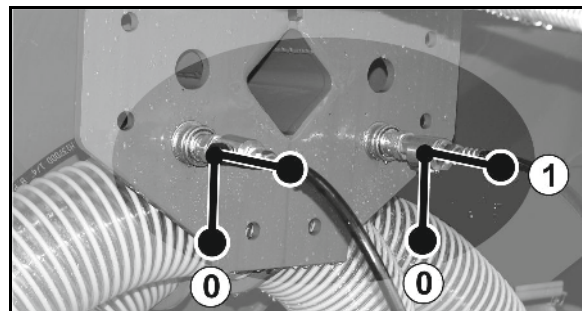

Fig. 105
3. Beide Absperrhähne: Striegelklappung öffnen (Fig. 105/1).